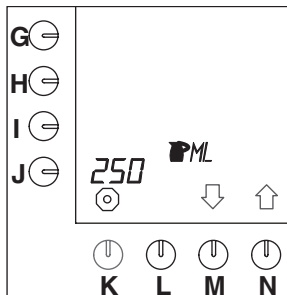

Abb. 26 Inhalt einer Kanne
- Drücken Sie auf die Wahlkosten (N.)↑, bis Abb.26 im Display erscheint.